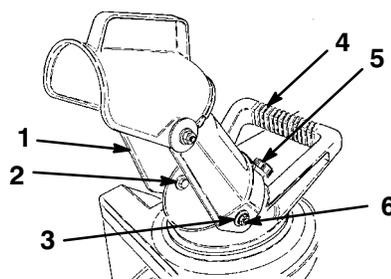

Figure 3
1. Engagez les trous de l'éjecteur sur les boulons à tête hexagonale de chaque côté de la poignée de l'éjecteur (Fig. 3).
2. Fixez l'éjecteur sur les boulons à tête hexagonale au moyen de deux rondelles et de deux contre-écrous (Fig. 3).
5. Vissez **fermement** le bouton sur la vis à l'arrière de l'éjecteur (Fig. 3).